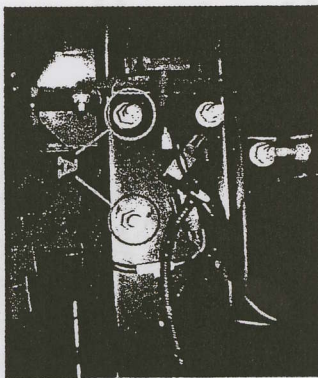

Fig. 1
Plaats de monterstukken (-e) met de punten (A) (ZIE FIG. 1+2) op deze vrijgekomen boringen en breng de bijgeleverde bouten met rondseis in, via de buitenzijde van de chassisbalk, doch niets aanspannen.